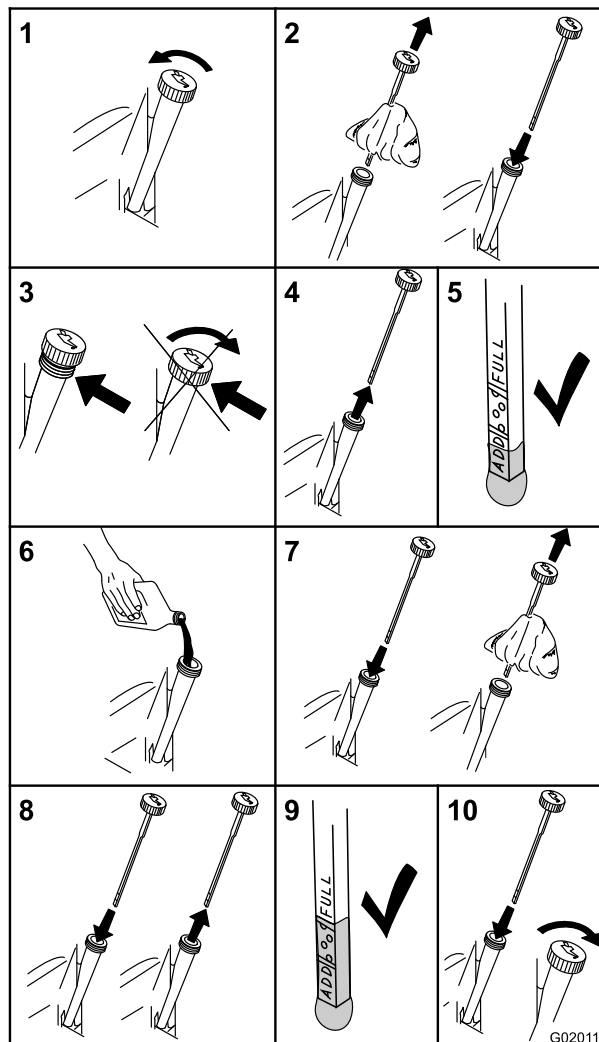

Figure 31
3. Pour éviter de faire tomber de l'herbe, de la poussière, etc., dans le moteur, nettoyez la surface autour du bouchon de remplissage/jauge de niveau d'huile, avant de l'enlever (Figure 31).